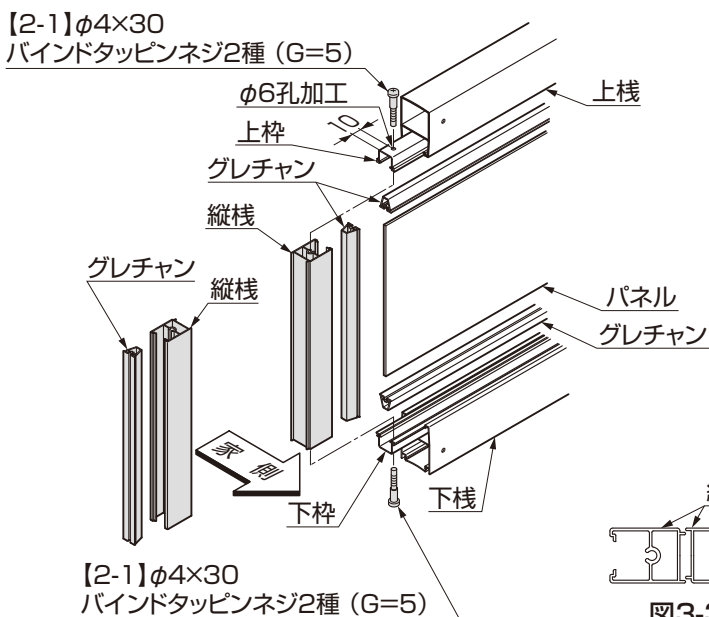

図3-2
①上・下棧を左右にスライドし、上・下棧に図3-2を参照してφ6の孔をあけてください。
②パネルを縦棧に挟み込み、縦棧を【2-1】で上・下棧に取付けてください。